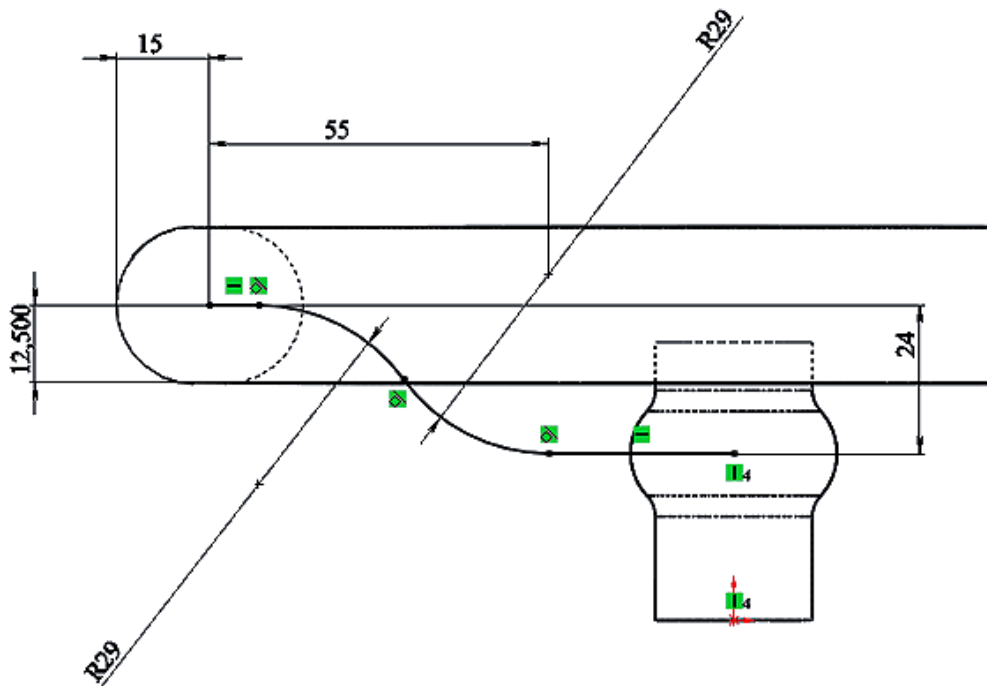

Рисунок 99 – Створення елементу «Спиця»
- проведіть нижній відрізок за допомогою інструменту **Лінія** (рис. 99);